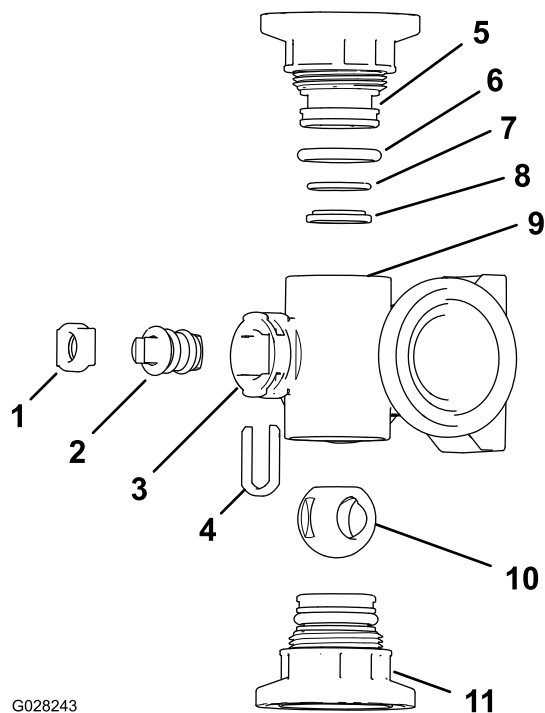
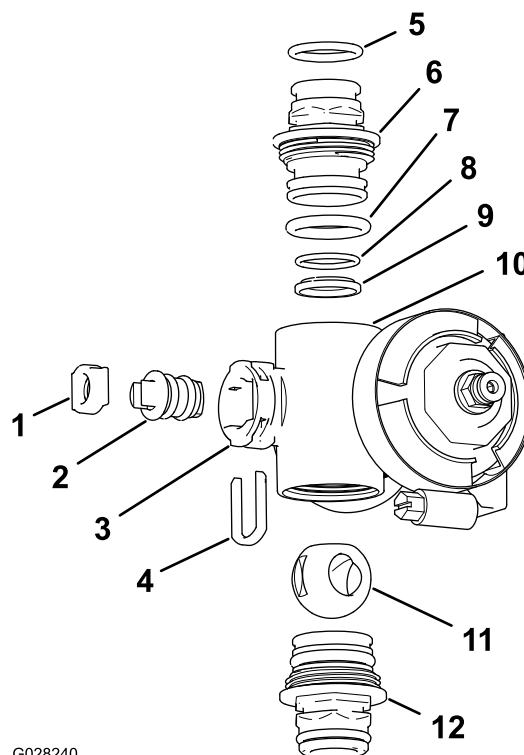

Рисунок 72
Рисунок 73
2. Снимите два штуцера торцевой крышки в сборе с каждого конца корпуса коллектора (Рисунок 72 и Рисунок 73).
4. Извлеките держатель штока из пазов в отверстии штока в коллекторе (Рисунок 72 и Рисунок 73).
5. Снимите держатель штока и седло штока клапана с коллектора (Рисунок 72 и Рисунок 73).
6. Просуньте руку внутрь корпуса коллектора и извлеките оттуда шток клапана в сборе (Рисунок 72 и Рисунок 73).
1. Проверьте состояние уплотнительных колец выпускных штуцеров (только коллектор клапана секции), уплотнительных колец торцевых крышек, задних уплотнительных колец седла, седла шарового клапана на повреждения или износ (Рисунок 72 и Рисунок 73).
2. Нанесите консистентную смазку на шток клапана и вставьте его в седло штока клапана (Рисунок 72 и Рисунок 73).
3. Вставьте шток и седло клапана в коллектор и закрепите шток и седло держателем штока (Рисунок 72 и Рисунок 73).
4. Убедитесь, что заднее уплотнительное кольцо седла и седло шарового клапана выровнены и правильно установлены в штуцере торцевой крышки (Рисунок 73 и Рисунок 72).
5. Установите штуцер торцевой крышки в сборе на корпус коллектора так, чтобы фланец штуцера торцевой крышки касался корпуса коллектора (Рисунок 72 и Рисунок 73), затем поверните штуцер торцевой крышки еще на 1/8–1/4 оборота; затяните штуцер с моментом от 225 до 282 Н·см.